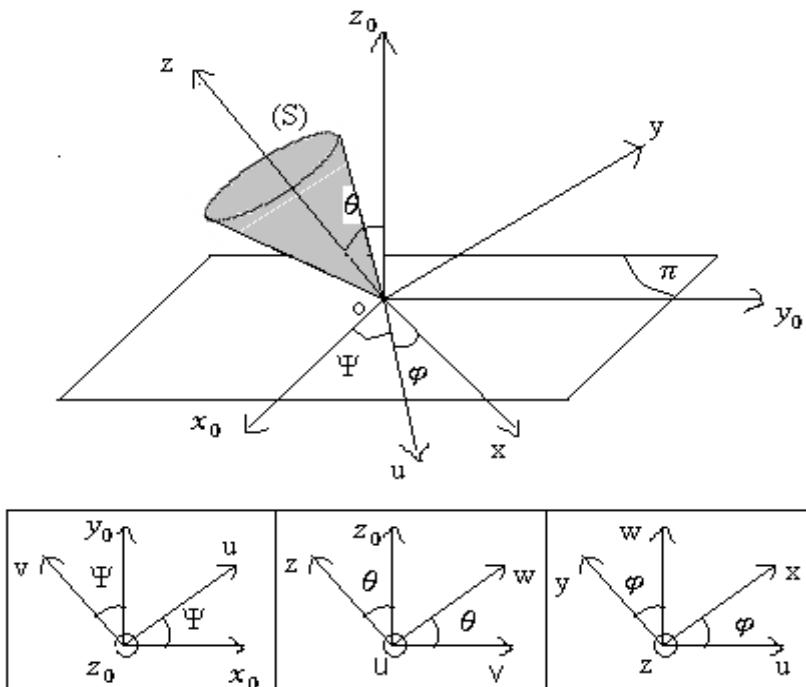

Figure V.3
Exercice 01. On considère un cône (S) d'axe de système de révolution (OZ) dont le point O reste immobile sur le plan (π), Figure V.3. tel que $R_0(O, \vec{x}_0, \vec{y}_0, \vec{z}_0)$ lié au plan (π), et $R(O, \vec{x}, \vec{y}, \vec{z})$ lié au solide (S).
Comme le montre la Figure V.3.